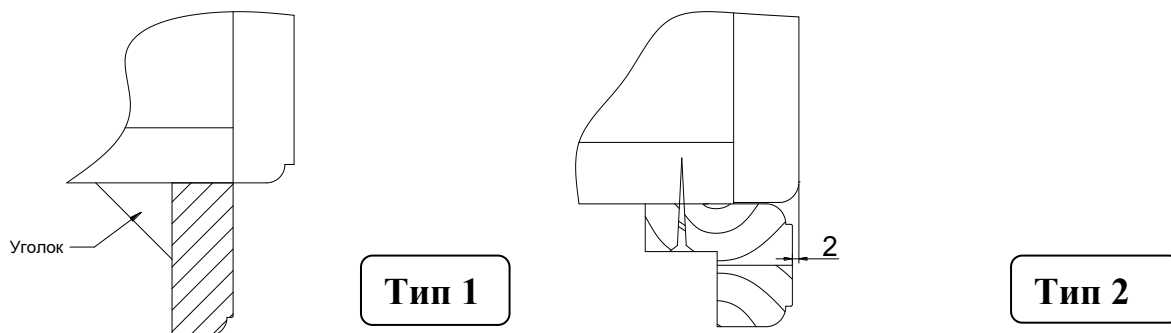

Рис. 25
1. В зависимости от модели может быть два типа нижнего карниза по способу установки. Тип 1 лицуется с корпусом, тип 2 лицуется с фасадом (рис. 25).